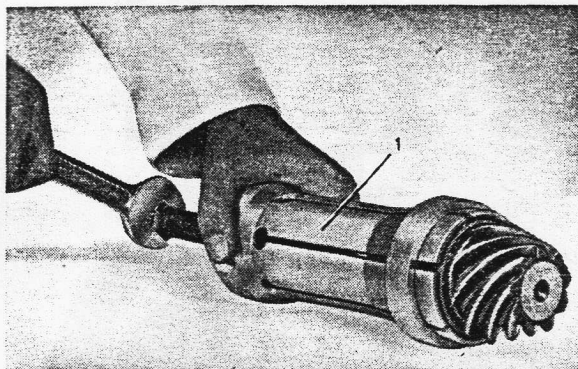

Bild 5-11. Hinteres Lager vom Antriebskegelrad abziehen
6. Falls erforderlich, hinteres Lager (29) vom Antriebskegelrad abziehen, siehe Bild 5-11. Abziehvorrichtung SVO 2231 verwenden.